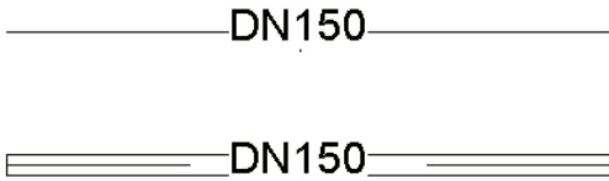

图3-51
- (5) 将修改后的族重新加载到项目环境中。
- (6) 单击“管理”选项卡>“设置”>“项目单位”，选择“管道”规程下的“管道尺寸”，将“单位符号”设置为“无”。
- (7) 按照前面介绍的方法，进行管道尺寸标注，如图3-51所示。